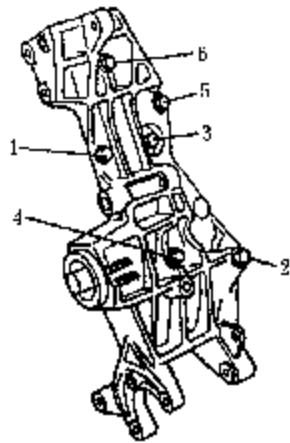
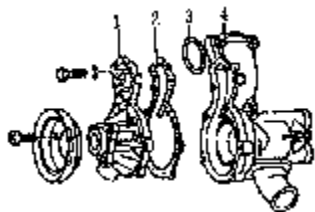

图 2-120 拆卸水泵
图 2-121 拆卸轴承盖
(5) 拧下发电机、叶片泵及粘液型风扇支座的后紧固螺栓 1~6，如图 2-120 所示。从正时带护罩上拧下水泵紧固螺栓，拆下水泵。从水泵壳体 4 上拆下轴承盖 1，如图 2-121 所示。